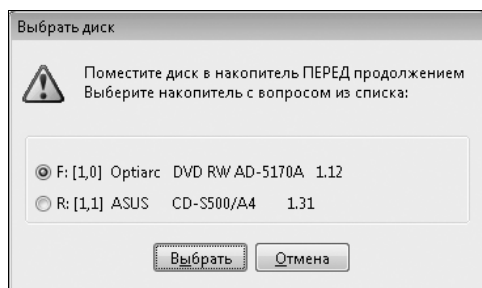

Рис. 12.11. Выбор накопителя для продолжения извлечения образа
3. Переставьте диск в другой привод. В следующем окне выберите этот дисковод (рис. 12.11).